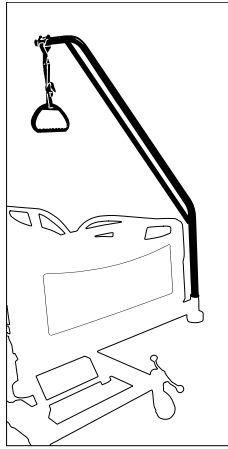

図 25 – リフトポールを取り付ける
1. リフトポールを2つの付属スリーブのいずれかに挿し込みます (図 25)。